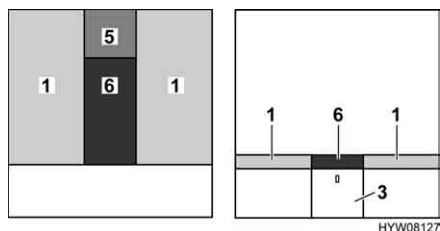

Fig. 71 Dopo la trasformazione
- Posizionare il cuscino aggiuntivo (Fig. 71,5) sul comodino da notte.
- Posizionare il cuscino aggiuntivo (Fig. 71,6) tra i materassi (Fig. 71,1).